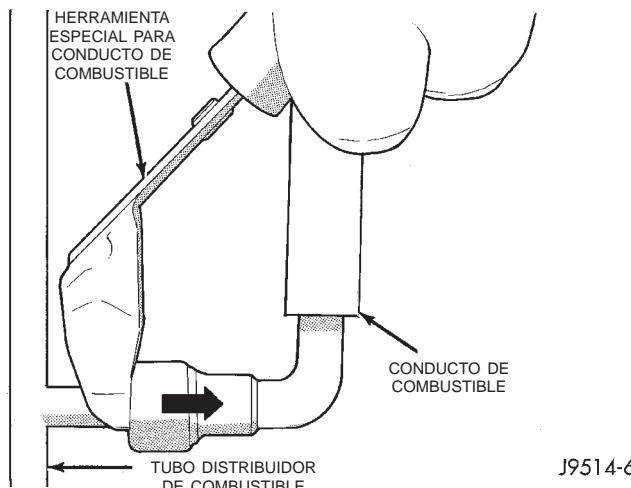

Fig. 20 Desconexión del conducto de combustible con la herramienta especial
- (d) Inserte la herramienta especial para desmontaje de conductos de combustible (herramienta de calce instantáneo IH 9055-1 o equivalente) dentro del conducto de combustible (Fig. 20). Utilice la herramienta para soltar las garras de traba situadas en el extremo del conducto.
(8) Desconecte el racor de conexión rápida del componente del sistema de combustible que se está reparando.